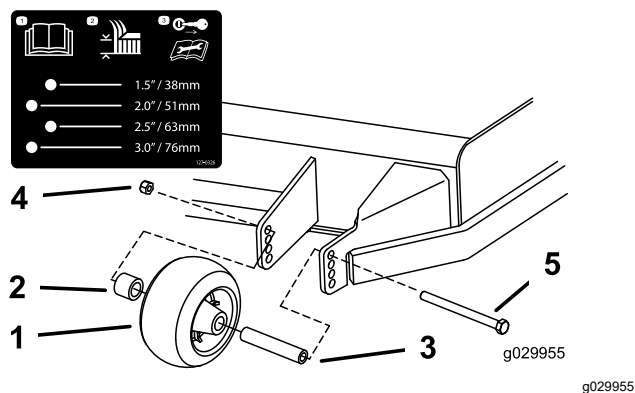
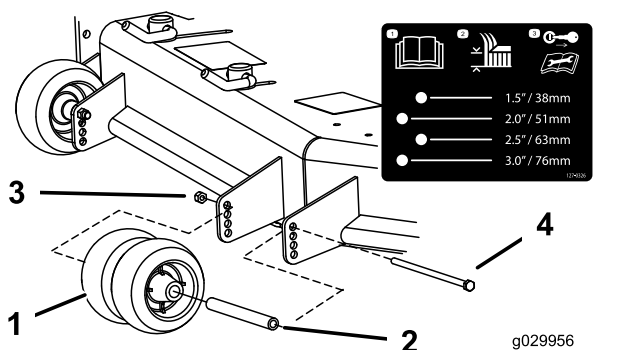
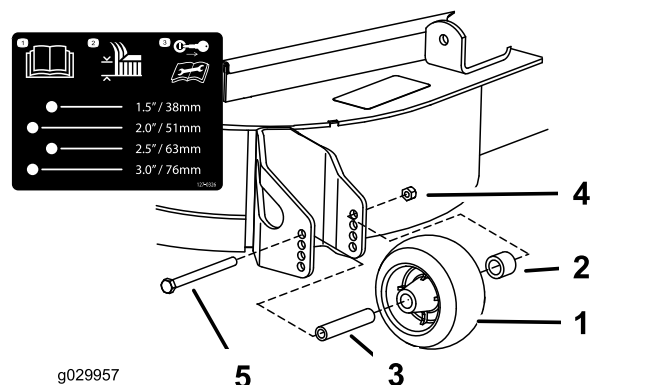

Figure 33
Figure 34
Figure 35
3. Réglez les galets anti-scalp comme montré à la Figure 33, la Figure 34 et la Figure 35.